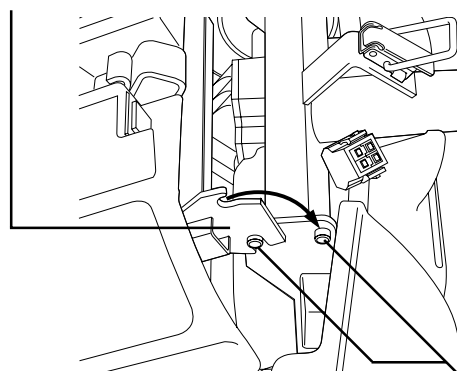

Figura 17. Blocco telaio
2. Sollevare l'avantreno verso l'alto fino a quando i tasselli inferiori non sono più inseriti nei supporti di blocco ricurvi. Vedere figura 17.
2. Allineare i supporti di blocco ricurvi dell'avantreno con i tasselli corrispondenti sulla parte anteriore della sezione posteriore. Vedere la figura 17.